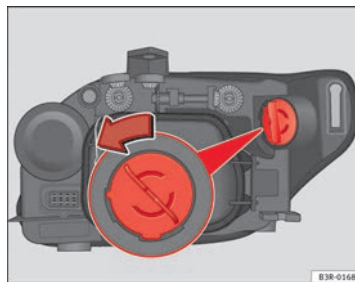

Fig. 204 Lámpara luz intermitente
- Gire el portalámparas en el sentido contrario a las agujas del reloj asíéndolo por el empuñadura ⇒ fig. 204 y extraiga el portalámparas y la lámpara.